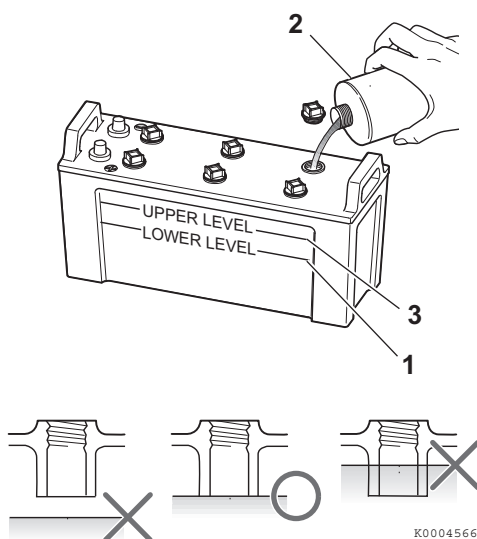

Figura 9
4. Se il livello è inferiore al minimo (**Figura 9, (1)**), rabboccare con acqua distillata (**Figura 9, (2)**) (reperibile sul mercato) fino al limite massimo (**Figura 9, (3)**) della batteria.